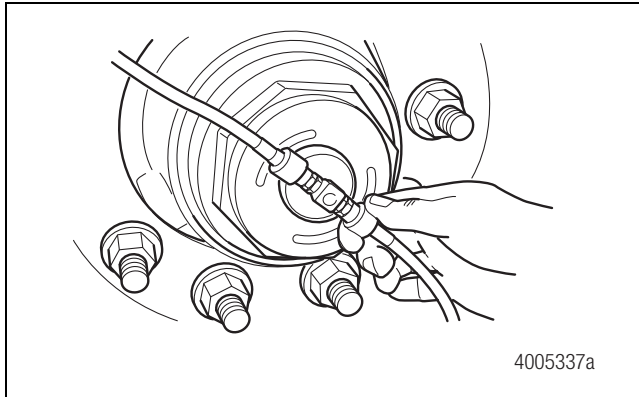

Figura 5.4
1. Retire la manguera del sistema de inflado de neumáticos a nivel de la conexión en T. Figura 5.4.